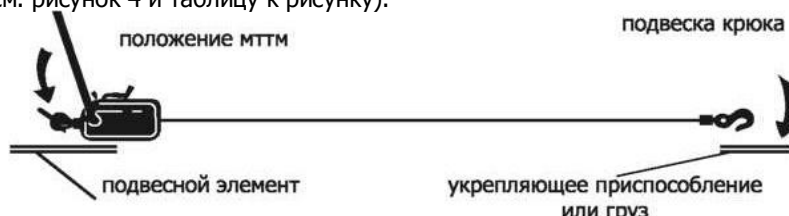

Рисунок 3. Подтягивание груза при помощи МТМ.
- При волочении/подтягивании груза, канат должен входить в МТМ строго по его оси без загибов (см. рисунок 3).